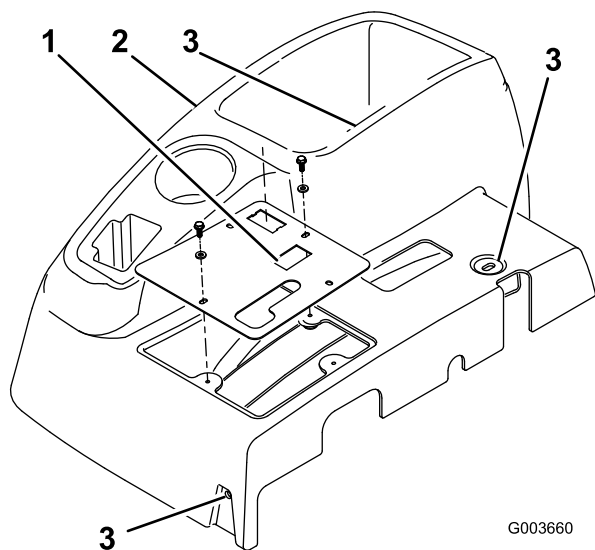

Figura 1
2. Remova as 4 anilhas e parafusos que fixam o painel de controlo à consola (Figura 1). Desligue a cablagem do contador de horas. Remova o painel de controlo (Fig. 1).
3. Remova os 3 parafusos que fixam a consola à estrutura (Figura 1). Remova a consola elevando suavemente a extremidade inferior da consola em redor do suporte e deslizando-o para além do manípulo do travão.